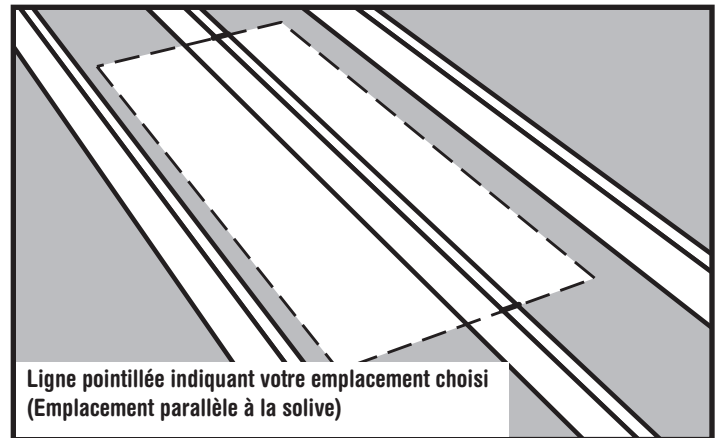

Figure 7
- Si la pièce n'a pas de plafond, vous devez marquer les solives suivant le paragraphe (A) ou (B) qui suit.
- (A) Si l'emplacement choisi est parallèle aux solives, marquez la longueur de l'ouverture brute sur le dessus des solives (Voir la Figure 7). **Ne coupez pas de solive à cette marque.**